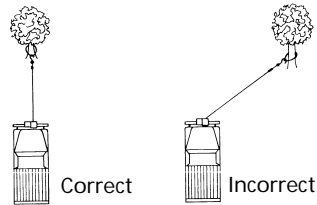

Figure 5
13. **ÉVITEZ LA TRACTION CONTINUE À DES ANGLES EXTRÊMES.** Ceci aura pour conséquence l'entassement du câble d'un seul côté du tambour (Figure 5), ce qui peut coincer le câble à l'intérieur du treuil et endommager le câble ou le treuil.